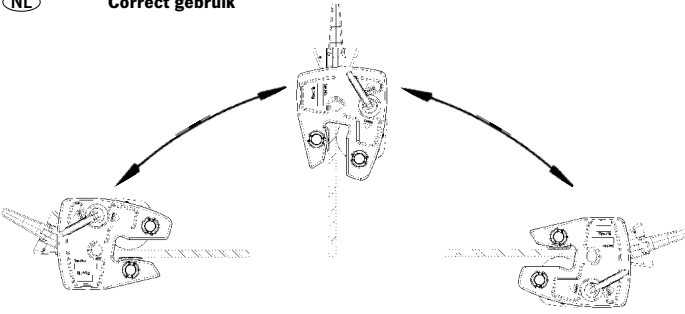

Fig. 1
- Deze platenklem is geschikt voor verticaal transport van diverse staalplaten tot een hoek van 180° (fig. 1).